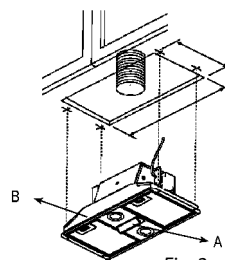

Fig. 2
2. Utför den elektriska anslutningen (fig. 2). Spiskåpan är utrustad med 1 eller 2 ledningar: TFMH med 1 ledning för strömförsörjningen, dessutom TFH med 1 ledning för användning med extern fläkt.
3. Bestäm var manöverpanelen ska placeras (fig. 2, A, B):
4. Montera spiskåpan (fig. 2) i öppningen och sätt fast den på höljet med 4 av de medlevererade skruvarna (8 skruvar följer med, som behövs för 80 cm-modellen).